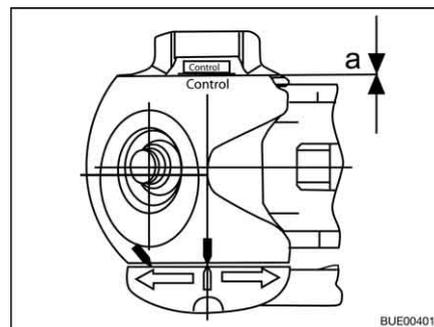

Fig. 207 Control de desgaste
- Distancia $a = 0$ (Fig. 207): Controlar los forros de fricción y cambiarlos si es necesario.